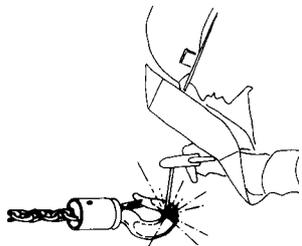

Abb. 4
- Schweißarbeiten an Haken und Lastkette sind verboten. Die Lastkette darf nicht als Erdleitung bei Schweißarbeiten verwendet werden (s. Abb. 4)